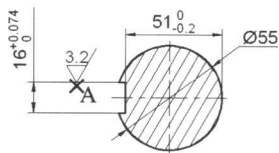

图 1.1.26 创建表面粗糙度标注 (一)
(1) 添加如图 1.1.26 所示的表面粗糙度标注。选择下拉菜单 **插入(I) → 块(B) → 命令**，此时系统会弹出“插入”对话框。在 **名称(N):** 下拉列表中选择“粗糙度符号”，然后单击 **确定** 按钮，选取如图 1.1.26 所示的点 A 为插入点，按回车键结束操作。